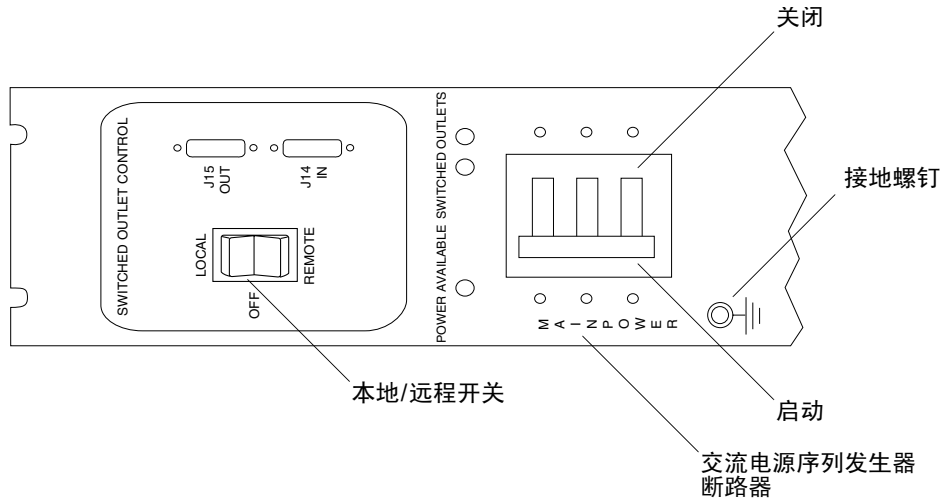

图 4-2 交流电源序列发生器控制面板
2. 将扩充机柜底部前面和底部后面的交流电源序列发生器断路器推到 Off（关闭）（图 4-2）。
4. 将扩充机柜上的 Local/Remote（本地/远程）开关推到 Local（本地）（图 4-2）。
5. 将扩充机柜上的交流电源序列发生器断路器按到 On（打开）（图 4-2）。
3. 在扩充机柜底部，卸下装饰面板，然后将交流电源序列发生器断路器推到 Off（关闭）（图 4-2）。